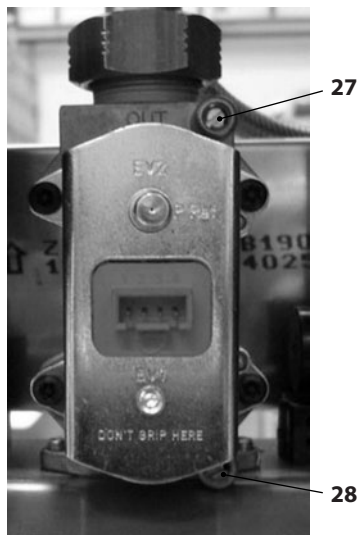

Рис. 7.1
Выключив котел (приведя его в нерабочее состояние), проверьте давление питания при помощи отвода 28 (см. Рис. 7.1) и сравните считанное значение со значениями, приведенными в таблице «Давление газа на подаче» в разделе «Технические данные M297.24CM/...» на с. 24.
- Тщательно закройте отвод для замера давления 28 (см. Рис. 7.1).
- Откройте отвод для замера давления 27 (Рис. 7.1) и подсоедините манометр.